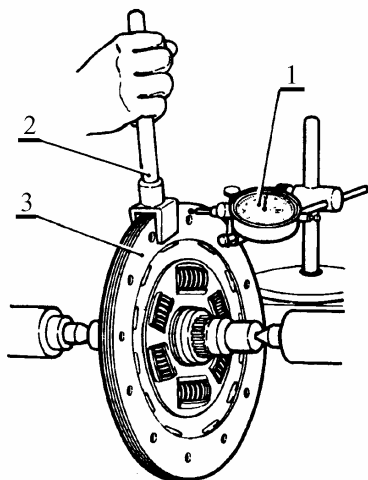

Рис.14. Правка диска ведомого:
- закрепить на приборе ПМБ-500 штатив с индикатором 1, рис.14, упереть ножку индикатора в рабочую поверхность фрикционной накладки ведомого диска (прибор типа ПМБ-500, штатив ШМ-ПВ-8, индикатор ИЧ-10);